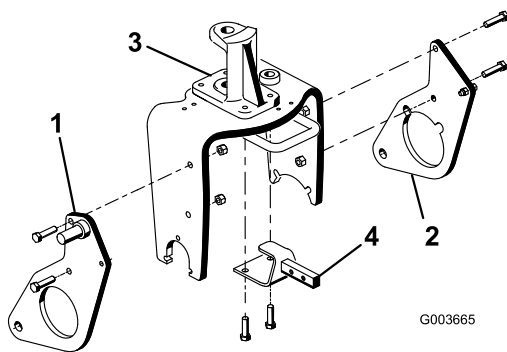

Bild 6
1. Befestigen Sie die rechte Befestigungsplatte mit 2 Schrauben (1/2 x 2 Zoll) und Sicherungsmuttern lose an der rechten Seite des Laufrads, siehe Bild 6. Ziehen Sie die Bolzen nicht fest.
2. Wiederholen Sie die Schritte an der linken Befestigungsplatte (Bild 6).
4. Nehmen Sie die zwei Schrauben ab (werfen Sie diese weg), mit denen die Vorderseite des Lenkzapfens oben an der Laufradgabel befestigt ist (Bild 6).
5. Befestigen Sie die Halterung des Anbauvorrichtungsrahmens in den Befestigungslöchern der Laufradgabel und des Lenkzapfens mit zwei Schrauben (1/2 x 1-3/4 Zoll) an der Unterseite der Laufradgabel (Bild 6). Sie müssen möglicherweise Luft aus dem Reifen lassen, um Abstand zu erhalten.